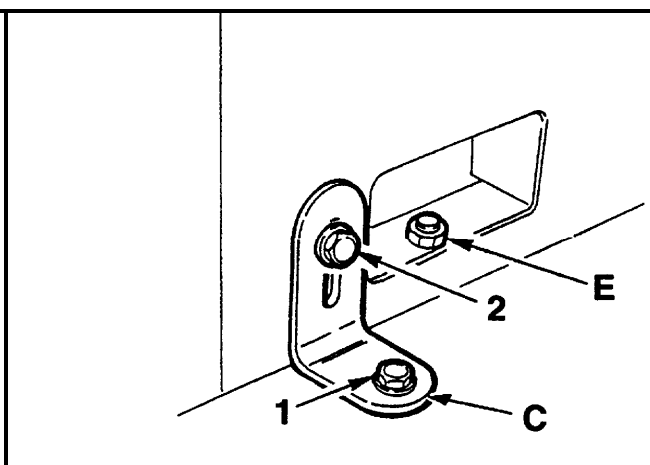

Fig. 05-04
- Recontrôler la mise à niveau ; si nécessaire, agir sur les goujons de réglage 'A', puis les bloquer avec les contre-écrous 'E' - **Fig. 05-04**.
- Bloquer d'abord les vis "1" qui fixent les équerres "C" au sol, puis les vis "2" qui fixent les équerres à la machine (**Fig. 05-04**).